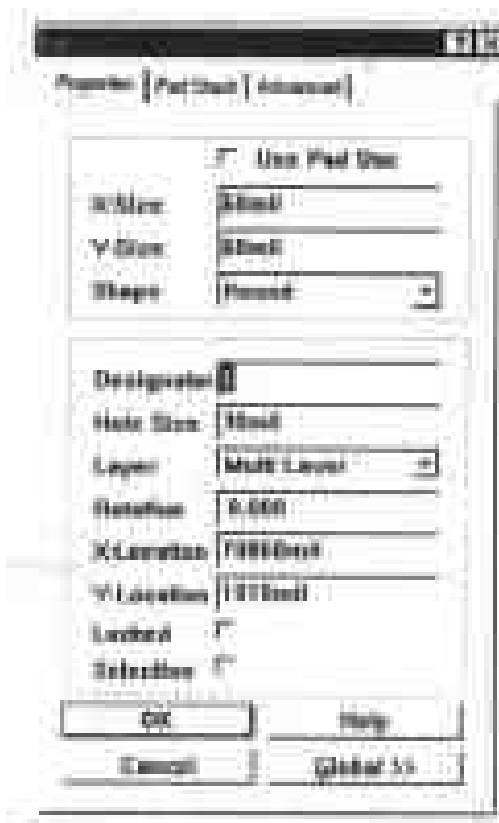

图 5-92 焊点属性设置对话框
在焊点没有放下时, 可以按动键盘的“Tab”键, 设置焊点的属性。在焊点已经放下以后, 用鼠标左键双击也可以设置焊点的属性。焊点属性设置对话框如图 5-92 所示。
1) Properties 标签页: 焊点属性设置对话框的 Properties 标签页如图 5-92 所示。其中的选项分别介绍如下: